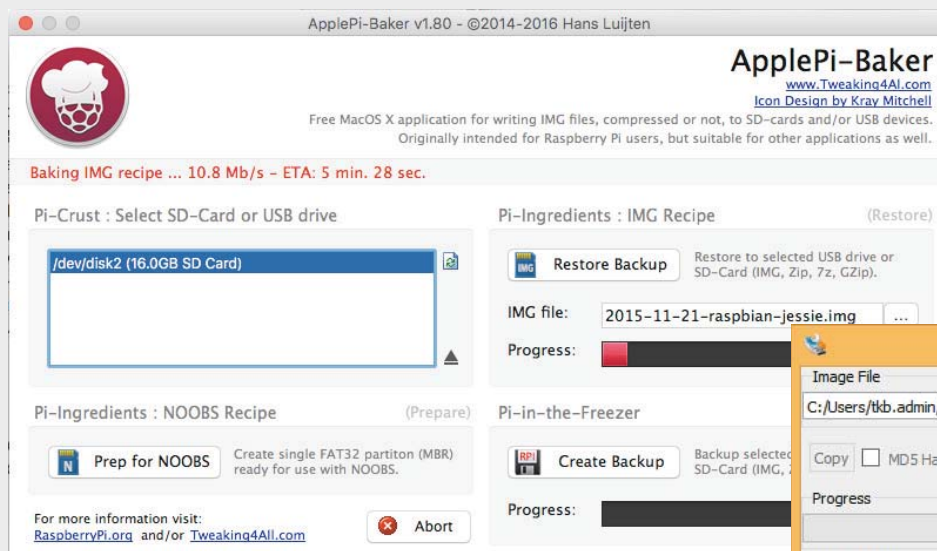

Bild 1: Kopieren des Raspbian-Images ApplePi-Baker (OS X) bzw. Win32 Disk Imager (Windows) auf die Speicherkarte
1. Nach dem Herunterladen des Raspbian-Images [7] muss die ZIP-Datei entpackt werden. Anschließend kann die IMG-Datei mittels der Tools Win32 Disk Imager bzw. ApplePi-Baker [8 und 9] auf die Speicherkarte geschrieben werden (Bild 1).